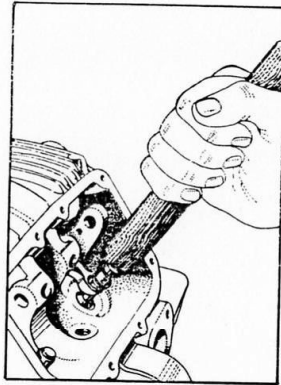

Fig. 13
- Una vez el conjunto montado, golpear ligeramente el extremo de la válvula, con el mango de un martillo, al objeto de que los anillos se asienten en sus alojamientos (fig. 13).